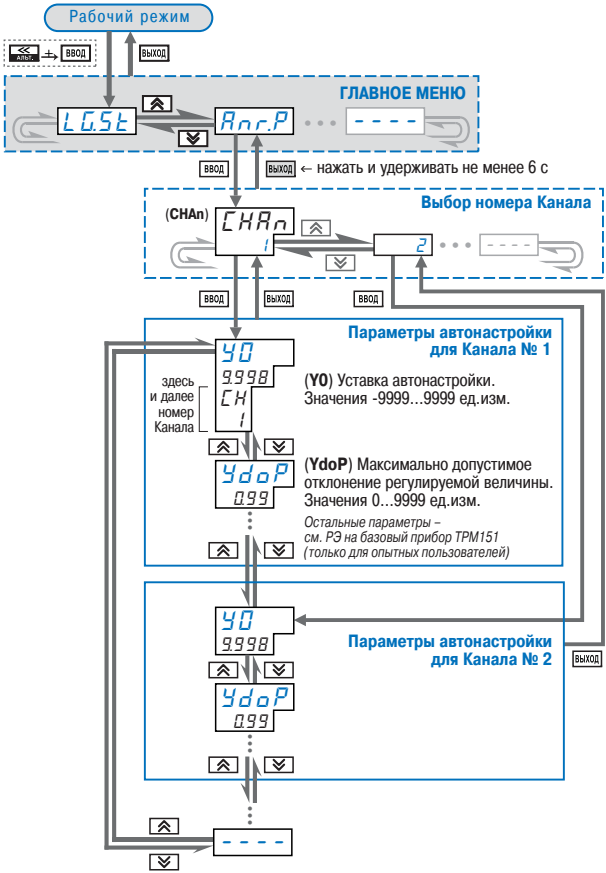

Рис. 46. Схема задания параметров Автонастройки с помощью кнопок на лицевой панели прибора
2. Установите в Конфигураторе (или с лицевой панели прибора, см. рис. 46) значения параметров автонастройки Y0 и YdoP для выбранного Канала регулирования.